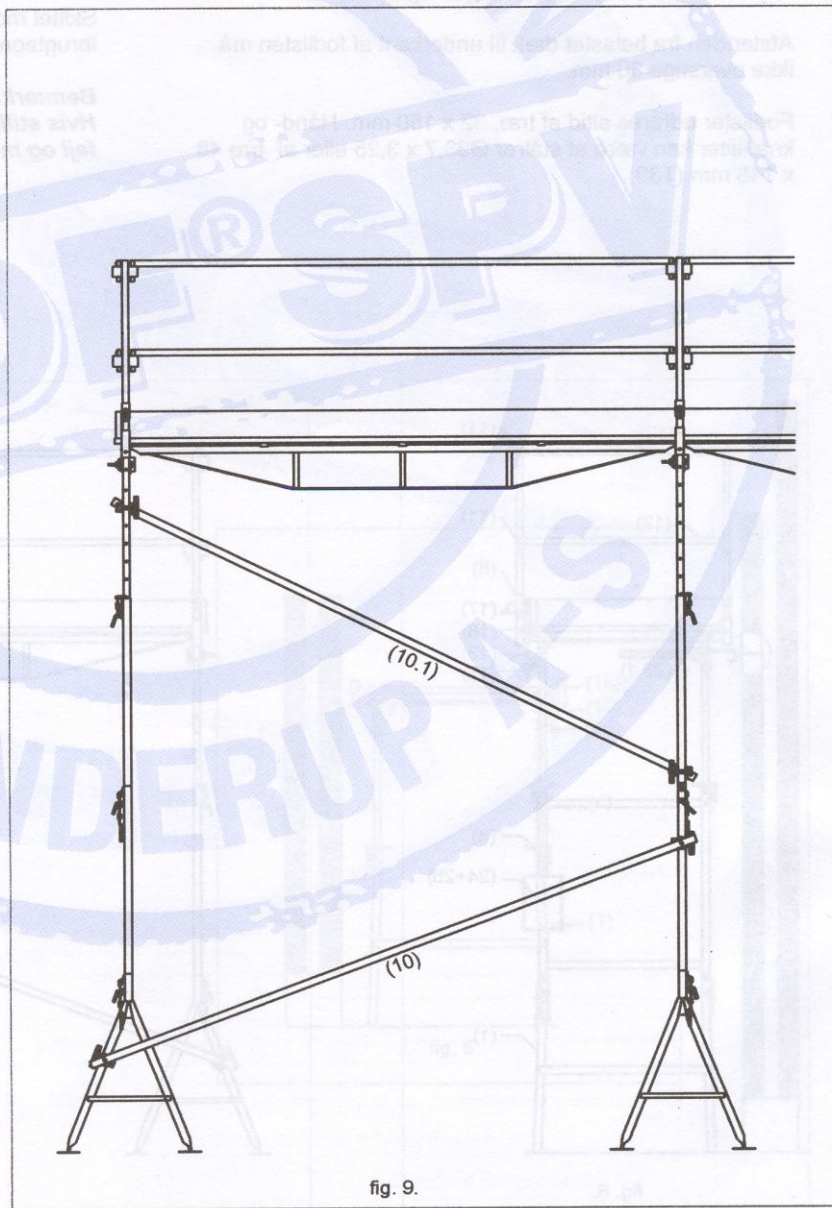

fig. 9.
Stilladset afstives på langs med diagonaler (10) og (10.1) Diagonalerne monteres på bukke i hvert 5. fag og altid i endefagene, fig. 9. Kilekablerne låses med en 500 g tung hammer til stopslag.